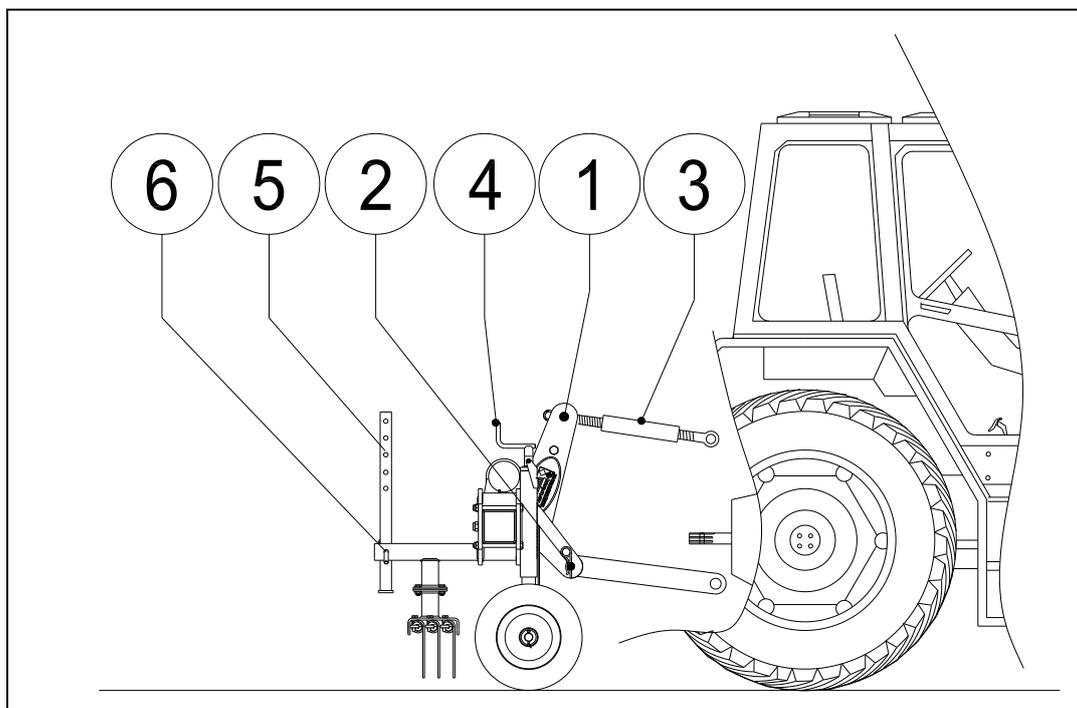

Fig. 8
Procedere come di seguito indicato: (Fig 8.)
Per regolare la profondità di lavoro occorre modificare l'assetto delle ruote di trasporto agendo sui vitoni 4 (Fig. 8) site sul lato anteriore della macchina.
3. Girare l'asta superiore 3 di modo che la macchina sia perpendicolare rispetto alla superficie del suolo. (vedi la Fig. 8)